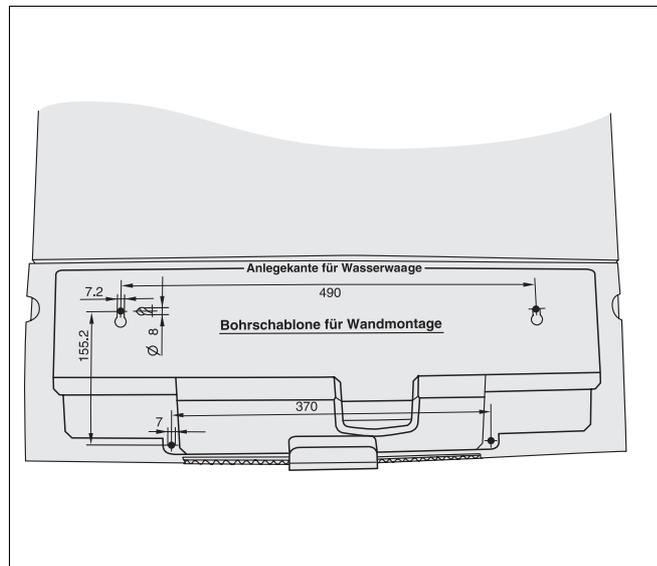

Abb. 1 Bohrschablone
- Bohrschablone am Deckel des Regelgerätekartons heraustrennen (Abb. 1).